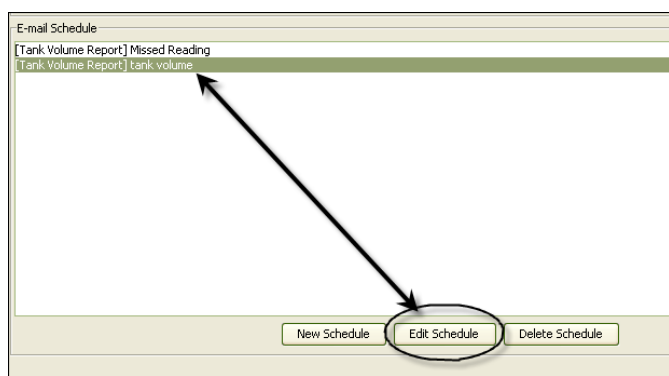

FIG. 145
1. Seleccione el suceso de correo electrónico que desea modificar y haga clic en el botón Editar cronograma que se representa en la FIG. 145.